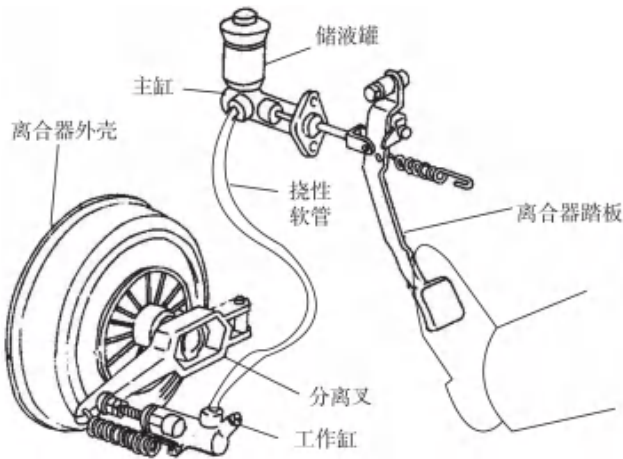

图 2.15
(1) 液压式离合器操纵机构（如图 2.15）具有摩擦阻力小，传递效率高，接合平顺等优点。它结构比较简单，便于布置，不受车身和车架的变形影响，是比较普遍采用的一种操纵型式。